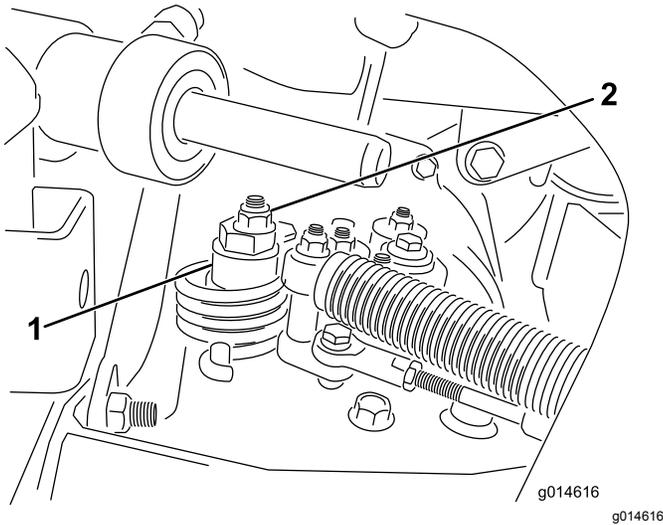

图51
- A. 松开将偏心螺栓固定到静液压泵顶部的螺母图 51。
- C. 旋转偏心螺栓直到不再出现任何方向的缓慢前移。当轮子停止旋转时旋紧螺母锁定偏心螺栓和调整图51。将油门移至“慢速”和“快速”位置验证调节情况。